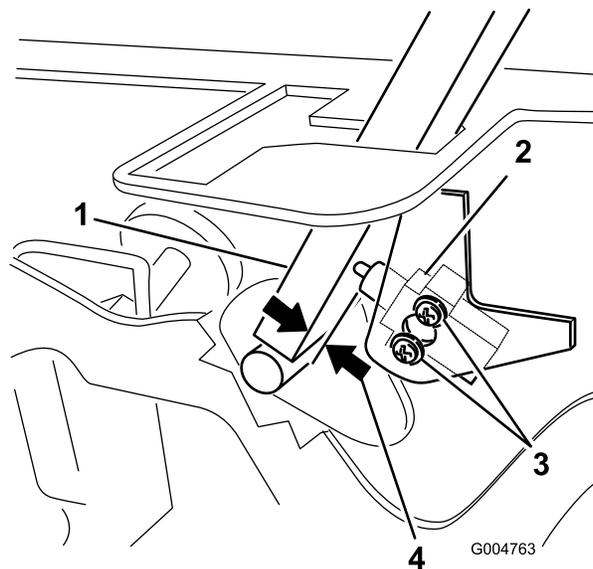

Figura 49
3. Desaperte os 2 parafusos que prendem o interruptor de segurança (Figura 49).
4. Segurando na alavanca de controlo encostada à estrutura, desloque o interruptor na direção da alavanca até que a distância entre a alavanca e o corpo do interruptor seja 0,4 a 1 mm, como se mostra na Figura 49.